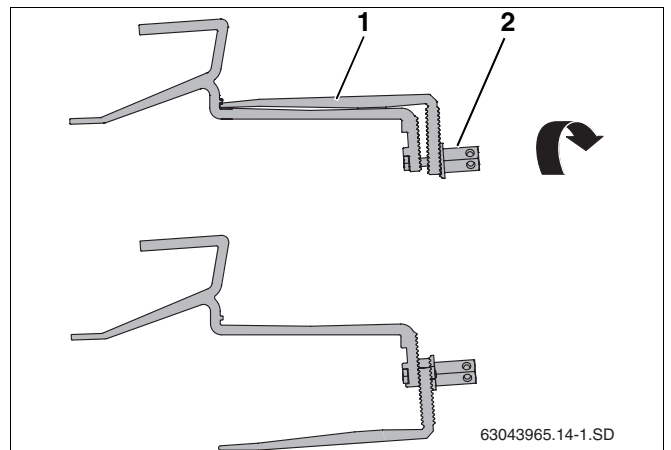

Fig. 12 Rodar a parte inferior do gancho para telhados
- ▶ Soltar a porca sextavada comprida (fig. 12, **item 2**) no gancho para telhado e colocar a parte inferior do gancho para telhado (fig. 12, **item 1**) na posição correcta.